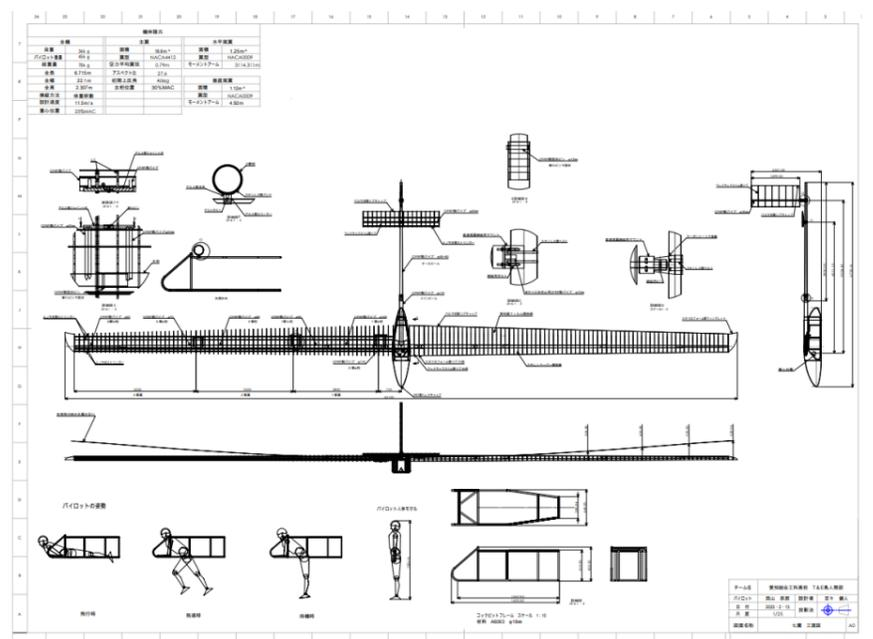

図4. 機体設計図
- 3.主桁積層の方向をはじめとした、カーボンの積層に関する知識を身に付け、これまでの経験から学んだことを生かすことで主翼の変形を抑える設計が行えた。(図4参照)